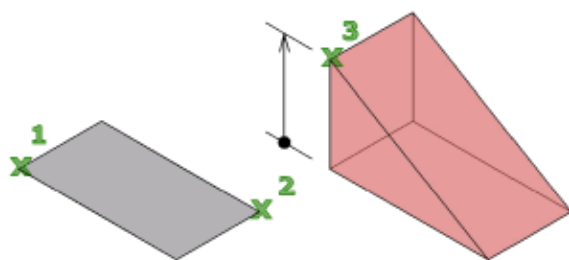

Рисунок 7.10 – 3D клин
Клин будується за трьома параметрами: перший кут (1), другий кут (2) та висота (3) (рис. 7.10).